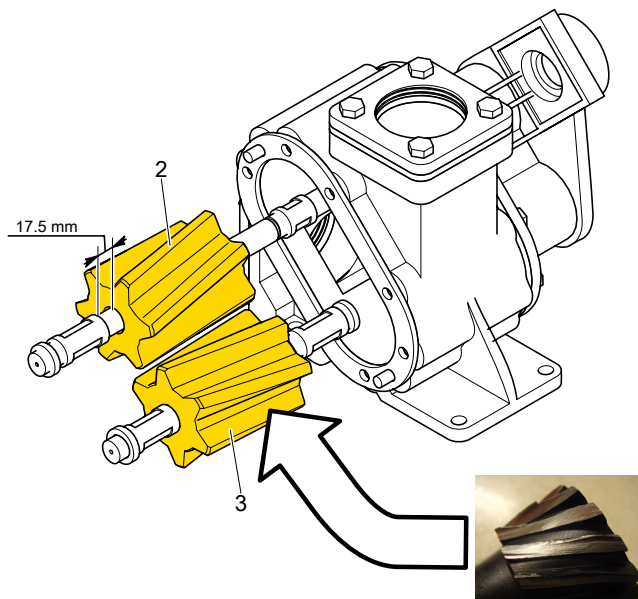

Abbildung 2: Rotoren
2. Entfernen Sie das Pumpenventilgehäuse [1] und untersuchen Sie die Rotoren [2], [3] auf Risse und Verschmutzung. Ersetzen Sie die Rotoren bei Bedarf gemäß dem Wartungsverfahren JC0346. (Abb. 2)